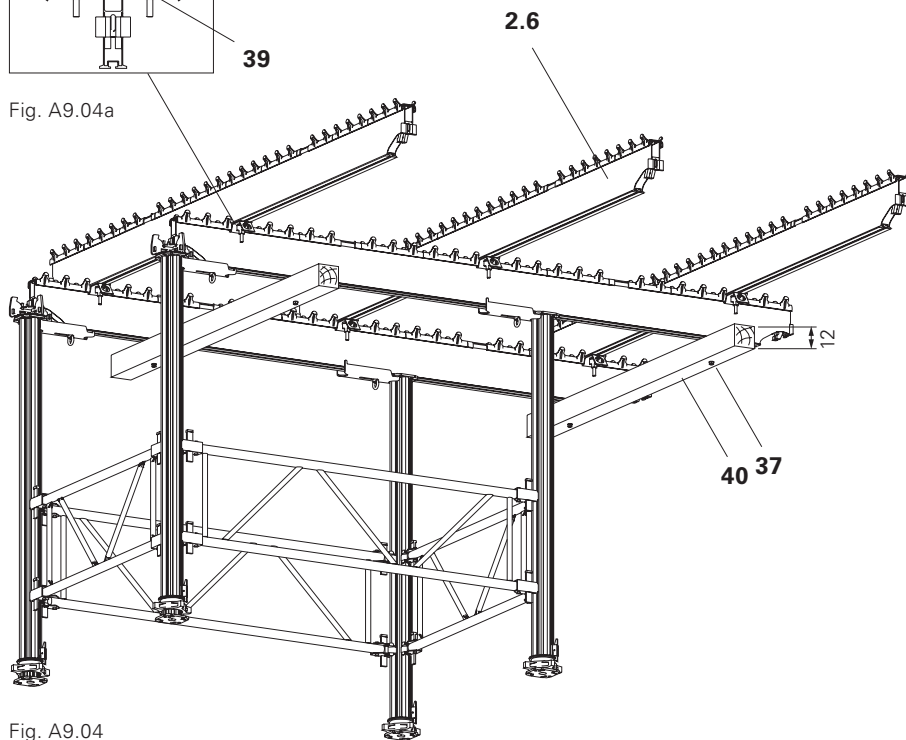

Fig. A9.04
1. Fissare con dado e rosetta 2 travetti squadrati, min. 8/12/225 (40) (a cura del cantiere) alle viti a testa esagonale. (Fig. A9.04)